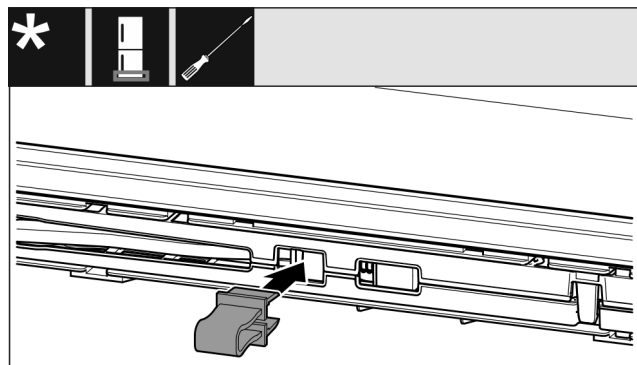

Fig. 16
- Зафиксируйте предохранитель в отверстии. (см. Fig. 16)